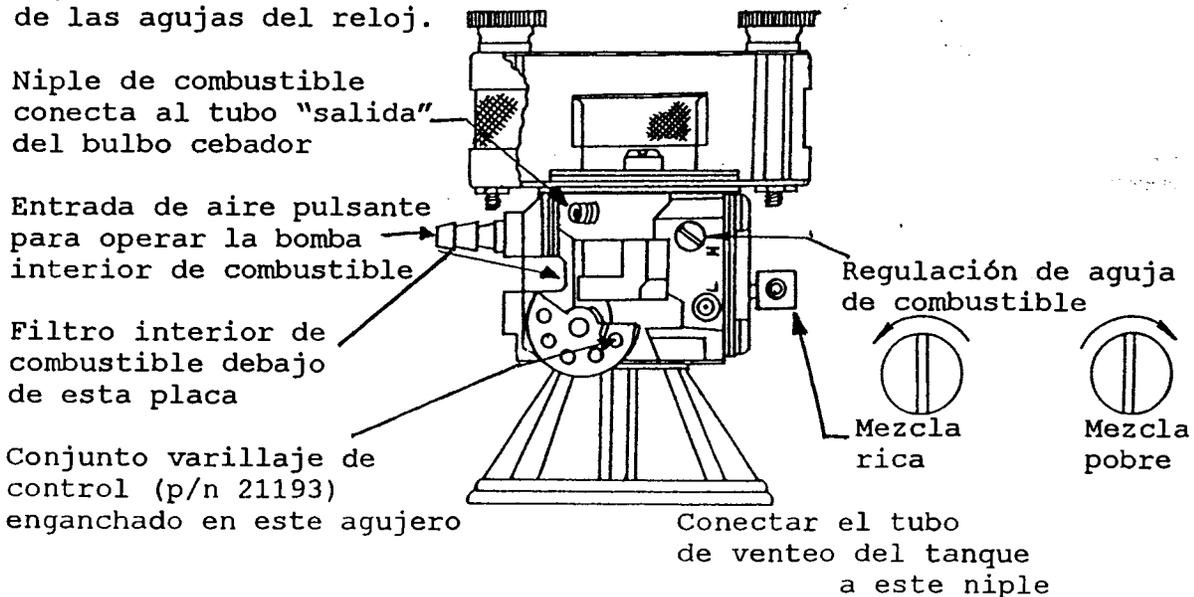

FIGURA 7
1. Si el varillaje del control SI/NO(ON/OFF) no hace girar la leva desde la posición toda abierta hasta la posición toda cerrada (ver figura 7), habrá que regular el varillaje.